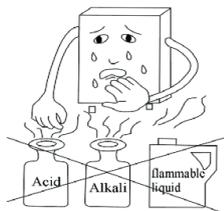

Fig.18
- Non depositare in prossimità dello scaldabagno sostanze infiammabili, esplosive o volatili. (Fig. 18)